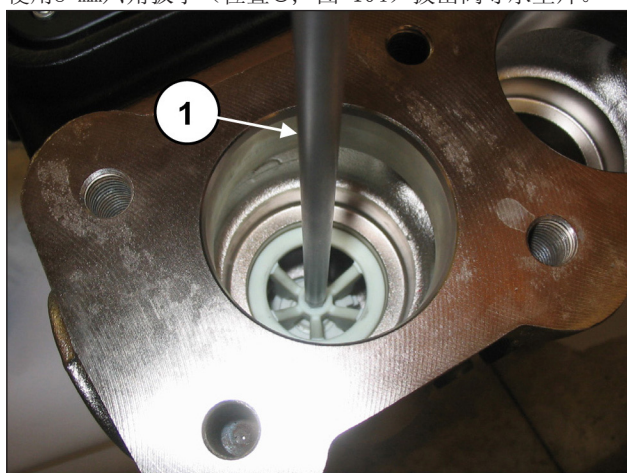

图 104
使用8 mm六角扳手(位置①, 图 104)拔出阀导承垫片。